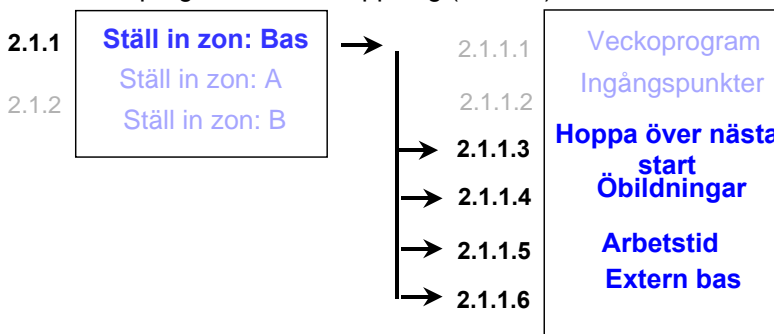

Bild 2.9
Valmöjligheten **'hoppa över nästa start'** gör det möjligt för användaren att hoppa över nästa programmerade klippning (bild 2.9).
2. Under **'Ställ in zon': 'Bas'**-menyn, skrolla till **'hoppa över nästa start'**-alternativet och tryck **'GO'** för att ställa in detta alternativ (se bild 2.9).
Genom att ställa detta alternativ på '**av**' gör du det möjligt för gräsklipparen att närma sig kantkabeln omedelbart efter starten, för att leta efter basstationen, utan att behöva köra till slutet av gräsmattan (bild 2.9).